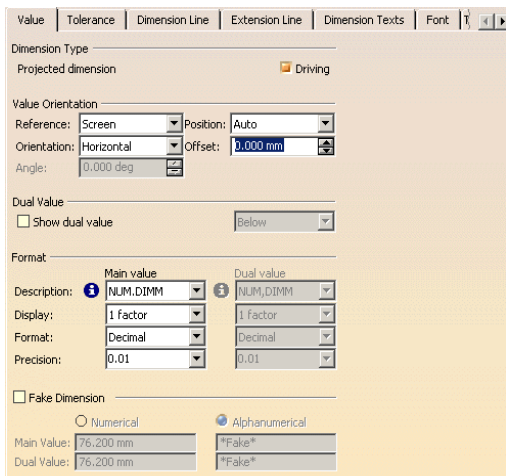

图 6-464
在视图中单击尺寸，选择 Edit（编辑）→Properties（属性）命令，在弹出的对话框中选择 Value（尺寸数值）选项卡，如图 6-464 所示。
- 在 Funnel (尺寸延长线转折标注) 选项组中可以按图 6-464 所示定义转折的 Height (高度)、Angle (角度) 及 Width (宽度)。同时，在 Funnel mode (尺寸界线转折标注模式) 下拉列表中选择向外部转折或向内部转折，如图 6-467 和图 6-468 所示。